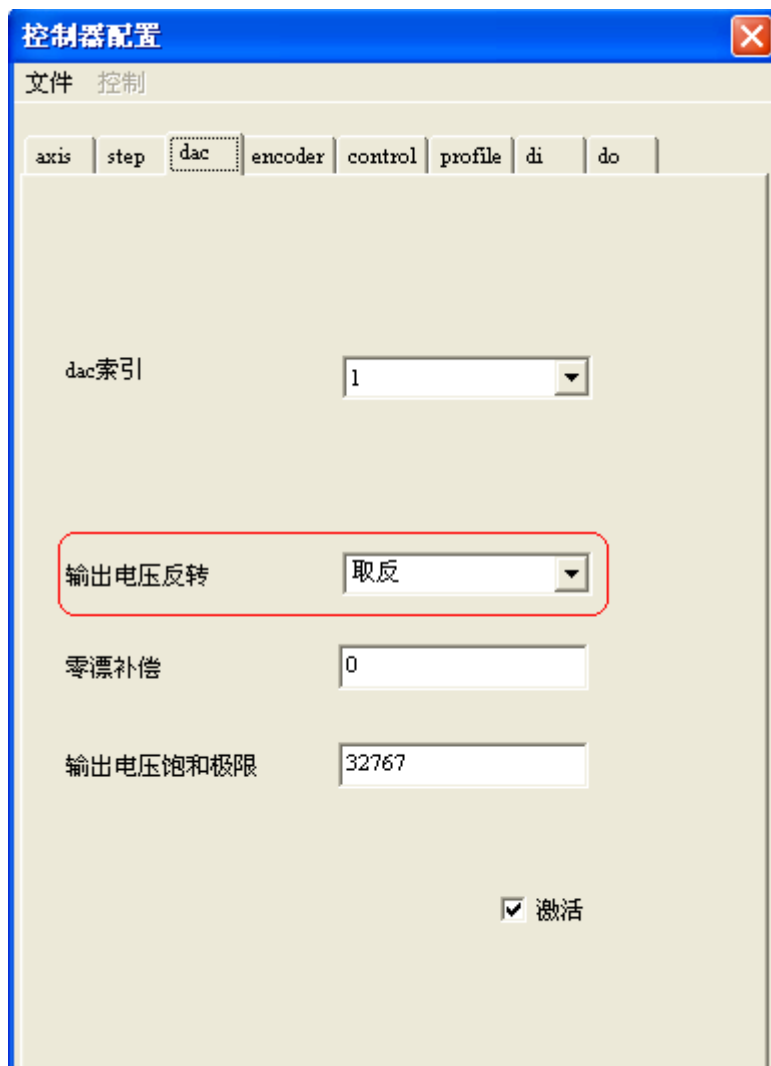

图 4-36 闭环配置示例之 dac 配置界面
- 3) 选择 dac（选项来激活模拟电机输出），配置成如图 4-8 所示，也即默认配置。如果电机正反馈，可以通过修改‘输出电压反转’，使电机控制正常，如图 4-36 所示。